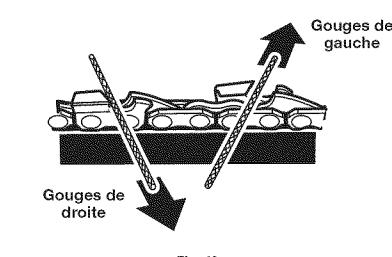

Fig. 43
- Donnez quelques coups de lime sur chaque dent. Limez tous les couteaux de gauche dans un sens (Fig. 43). Puis déplacez-vous de l'autre côté et limez les dents de droite dans le sens opposé (Fig. 43). Nettoyez régulièrement votre lime avec une brosse métallique pour en retirer les limailles.